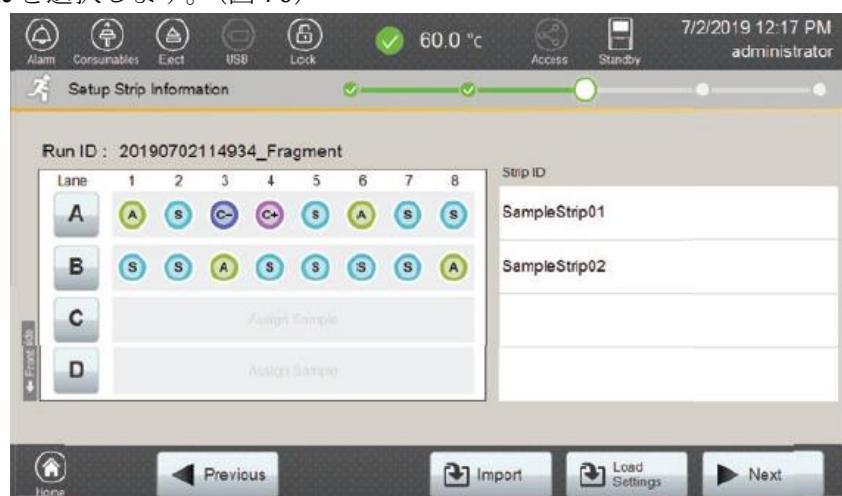

図 70 Setup Strip Information の入力完了画面
10. 必要なレーンすべての設定が完了したら、Setup Strip Information 画面の **Next** を選択します。(図 70)
Spectrum Compact のコントロールソフトウェアでは、完了したランの情報を再利用できます。このオプションを使用すると、前に完了したランの 4 つのレーン (A から D) すべての strip information がコピーされ、Setup Strip Information 画面に表示されます。(図 70)